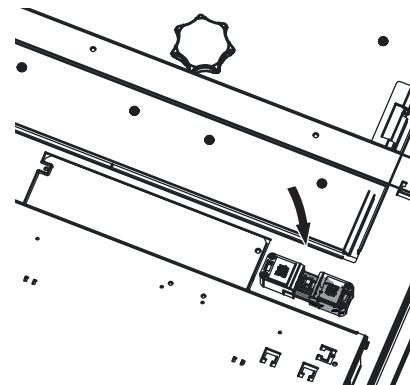

Fig. 47 Geräte-Netzstecker abziehen
▶ Bei Reinigungs- oder Reparaturarbeiten Kessel unbedingt spannungslos schalten (z.B. durch Trennen des Netzsteckers) – Fig. 47.
- ▶ Bei Reinigungs- oder Reparaturarbeiten Kessel unbedingt spannungslos schalten (z.B. durch Trennen des Netzsteckers) – Fig. 47.
- ▶ Geräte-Netzstecker abstecken – Fig. 47.